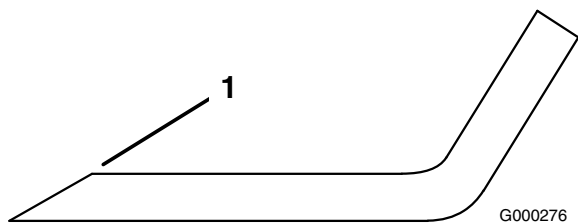

Figure 62
1. Au moyen d'une lime, aiguisiez les tranchants aux deux extrémités de la lame (Figure 62) en veillant à conserver l'angle de coupe d'origine. Limez la même quantité de métal sur chacun des deux tranchants pour ne pas déséquilibrer la lame.